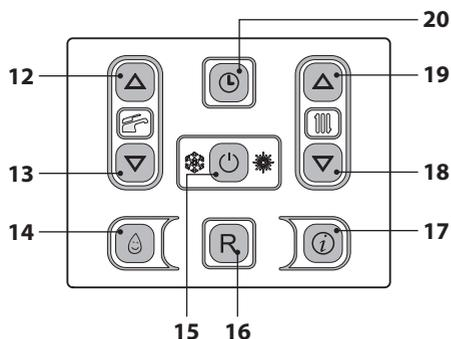
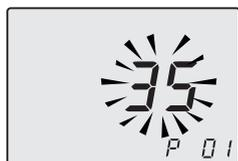

Figura 9.28
Figura 9.29
- Entrare in "modalità programmazione" premendo contemporaneamente per 10 secondi i tasti 15 - 18 - 19 (Figura 9.28) fino a far apparire sul display LCD le lettere **P01** che si alternano con il valore del parametro (67 = M260BJ.2025SM/T o 69 = M260BJ.3035SM/T), indicanti l'entrata nel "parametro 01" (Figura 9.29).